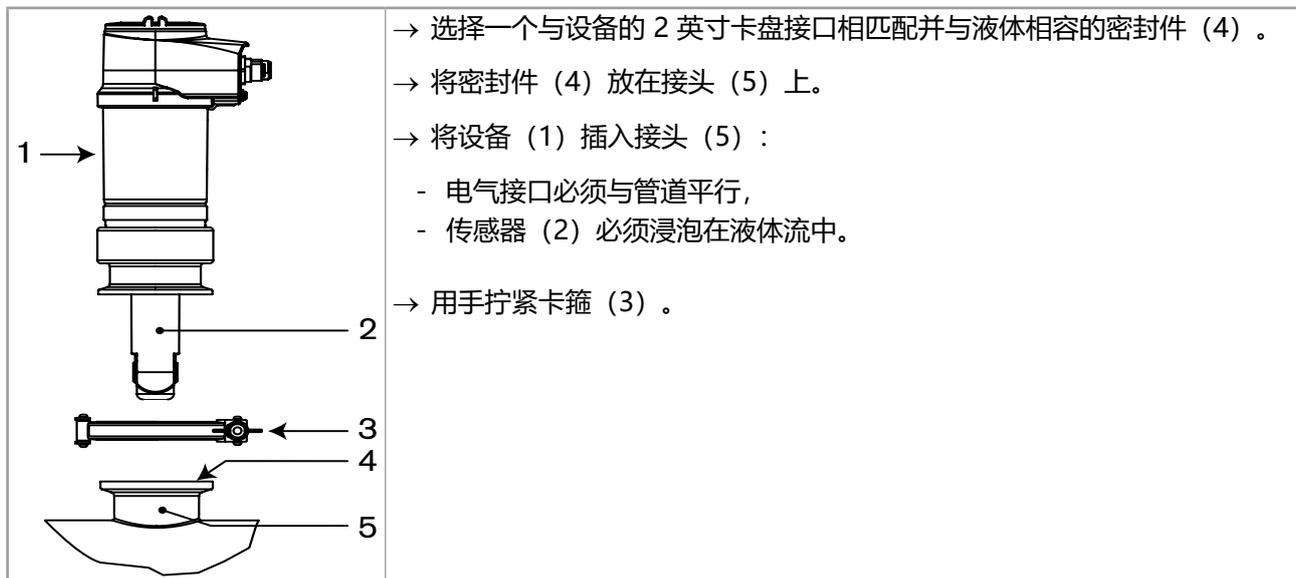

图 11: 将带有 2 英寸卡盘管道接口的设备版本安装到管道上
第 23 页上的图 11 示范性显示了接头 (5)。
→ 按照图 11 所示，将设备安装到接头上。